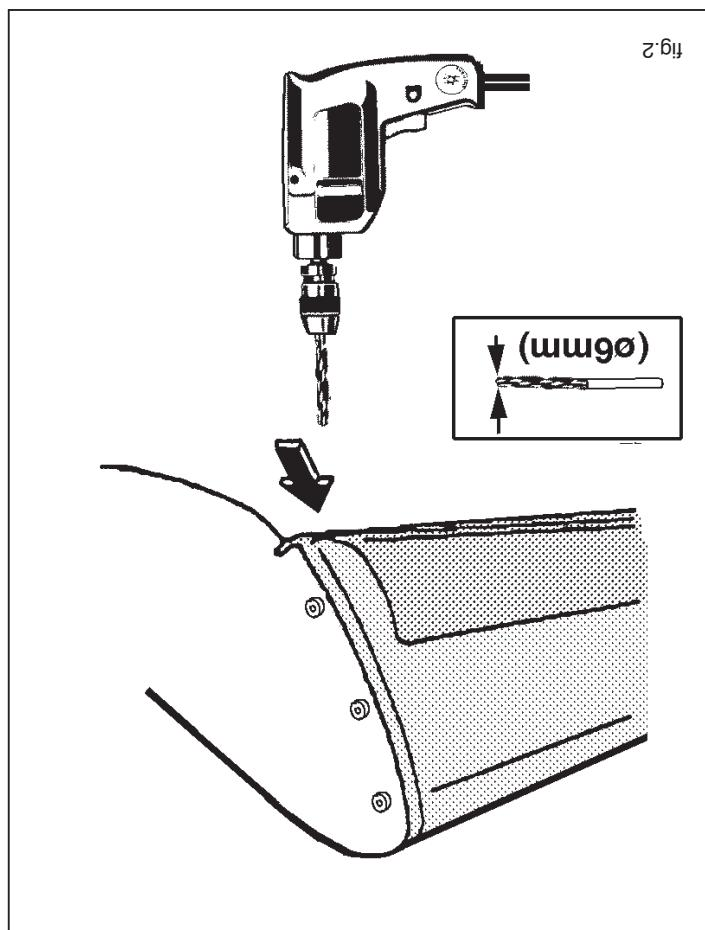

fig.2
1. Maak de bodemvloer in de bagageruimte vrij. Verwijder de zijpanelen en de accu-beschermbak. Neem de bevestiging van de accu los. Maak indien aanwezig de connector los, welke aan de rechterkant in de bagageruimte in de bumper zit. Zie fig. 1. Demonteer de bumper d.m.v. het verwijderen van vier bouten in de bagageruimte. Zie fig. 1. Boor vervolgens t.p.v. de onderkant van de wielkastranden twee popnagels d.m.v. een ø 6 mm. boor uit. Zie fig. 2.
1. Clear the trunk and floorboard. Remove the side panels and the protective battery case. Disconnect the battery fasteners. Detach the connector which, if present, is located in the right-hand side of the trunk in the bumper. See fig. 1. Detach the bumper by removing the four bolts in the trunk. See fig. 1. Next, use a ø 6 mm bit to drill two pop rivets on the underside of the wheel casing rims. See fig. 2.
Hohlnieten mit einem Durchmesser von 6 mm bohren. Siehe Abb. 2.
1. Dégager le plancher dans le coffre à bagages. Retirer les panneaux latéraux et le boîtier de protection de la batterie. Enlever la fixation de la batterie. Détacher s'il existe le connecteur qui se trouve à droite dans le coffre à bagages dans le pare-chocs. Voir fig. 1. Démonter le pare-chocs en enlevant quatre boulons dans le coffre à bagages. Voir fig. 1. Extraire ensuite deux faux rivets sur le dessous des bords du logement de roue en les perçant à l'aide d'un foret ø 6mm. Voir fig. 2.
1. Despejar el suelo del maletero. Retirar los paneles laterales y la caja protectora de la batería. Soltar la sujeción de la batería. Si presente, desconectar el conector, el cual está situado en el lado derecho del maletero en el parachoques. Véase la fig. 1. Desmontar el parachoques retirando cuatro tornillos en el maletero, véase la fig. 1. Luego taladrar a la altura del lado inferior de los bordes de las cajas de rueda, dos clavos tubulares por medio de una broca de Ø6mm. Véase la fig. 2.
1. Liberare il fondo del bagagliaio. Rimuovere i pannelli laterali e la scatola di protezione della batteria. Allentare il sistema di fissaggio della batteria. Se presente, scollegare il connettore situato nella parte destra del bagagliaio ed inserito nel paraurti. Vedi fig. 1. Smontare il paraurti, rimuovendo i quattro bulloni dal bagagliaio. Vedi fig. 1. Quindi, praticare due fori al di sotto dei bordi dei passaruote, mediante una punta da ø 6 mm. Vedi fig. 2.